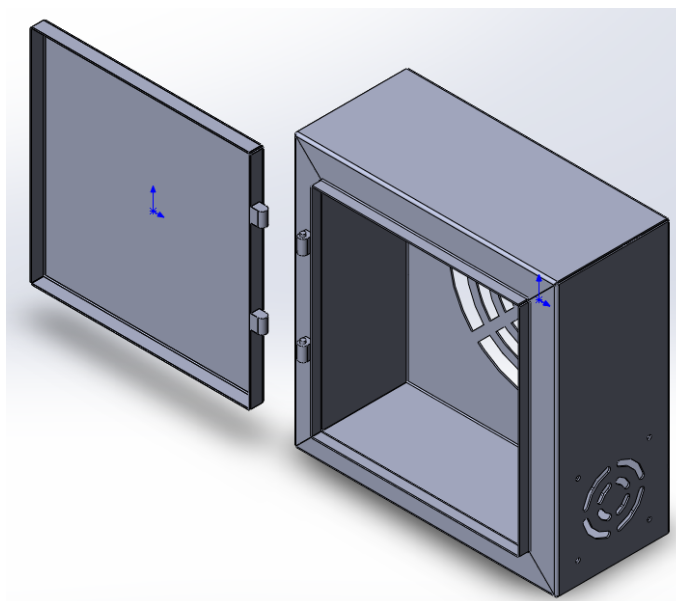

Рисунок 33 – вставка крышки в блок
44. Аналогичным образом вставить созданную ранее крышку и поместить рядом с коробом (рис. 33).